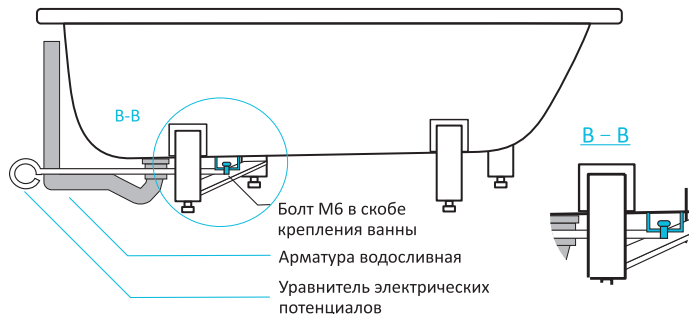

РИСУНОК 2
5. Установите на болт М6х50 шайбу М6, шайбу пружинную М6 и гайку-«барашек». Гайку-«барашек» заворачивайте «от руки», без применения дополнительного инструмента, во избежание повреждения эмалевого покрытия в месте приварки скобы крепления к ванне. После соприкосновения гайки-«барашка» с пружинной шайбой, гайку-«барашек» поверните еще не более чем на полтора оборота (360°х1,5) (см. рис. 2).